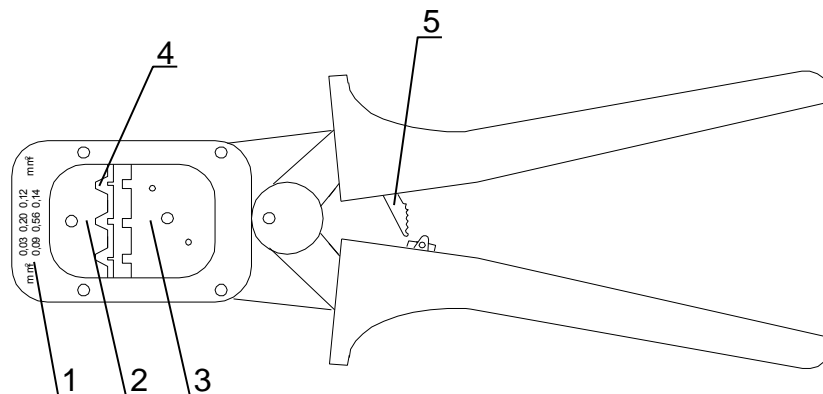

Рис. 6.1.
1. **Инструмент обжимной** используется для установки контактов на линейные кабели (см.рис.6.1).